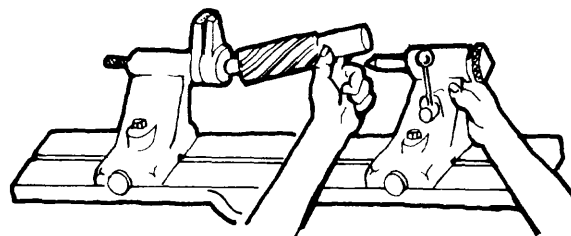

Fig. 6
- c Apoye la herramienta en la contrapunta izquierda y aproxime el cabezal derecho hacia la herramienta y fíjelo (fig. 6).